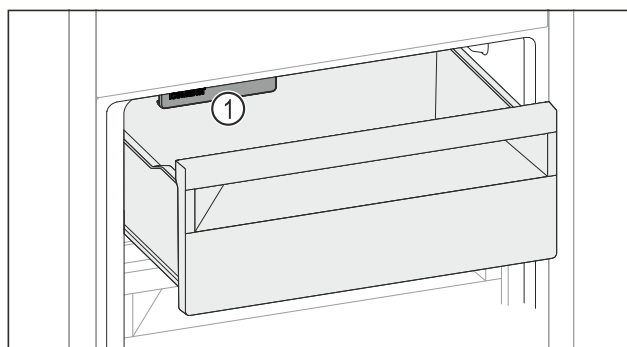

Fig. 111
- ▶ Ta hensyn til IceMaker Fig. 111 (1).